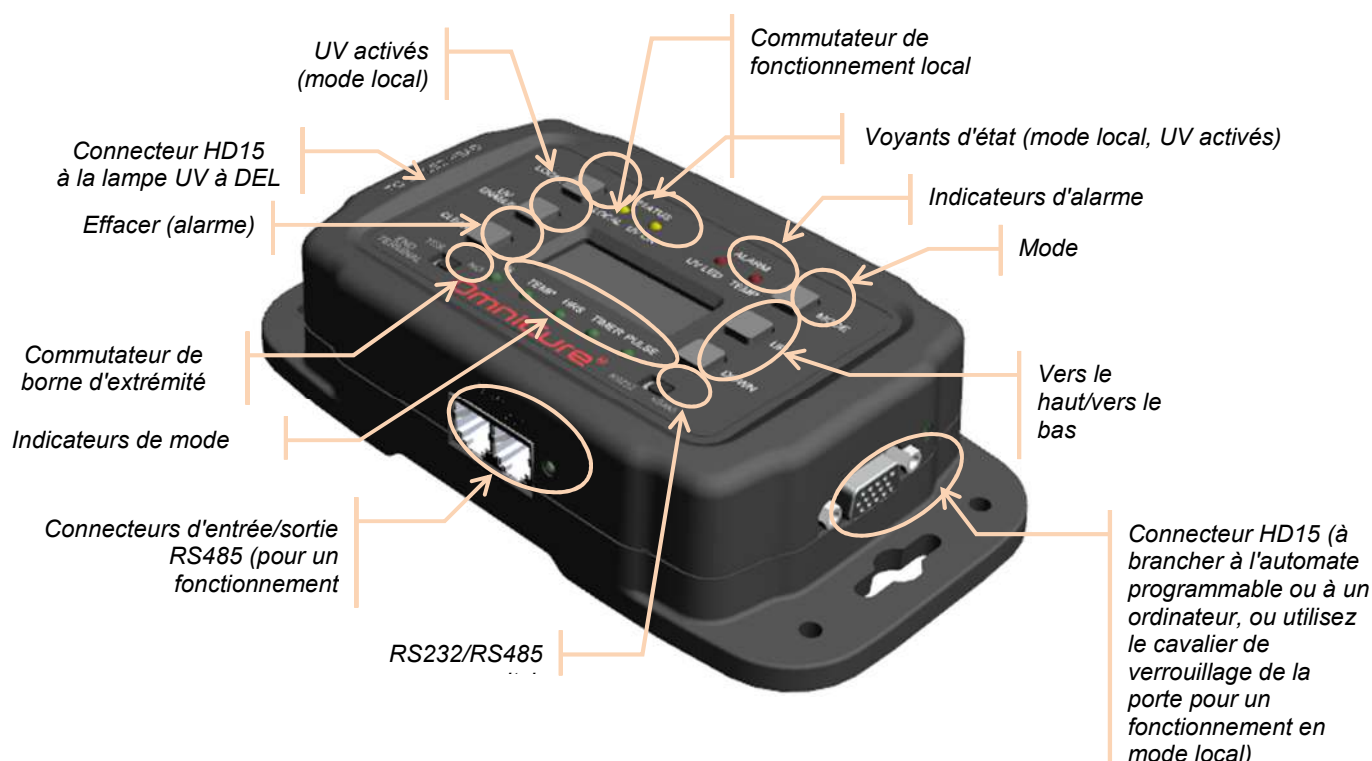

Figure 2 Console de l'automate programmable (console de télécommande PLC2000 illustrée)
4. Assurez-vous que l'interrupteur d'activation des DEL sur l'automate PLC est en position ARRÊT (voir Figure 2).
5. Branchez l'extrémité femelle du câble de l'automate PLC au connecteur d'E/S de l'automate sur la console de l'automate (voir Figure 2).
7. Branchez le connecteur de bouclage au port d'interconnexion de l'automate PLC. Reportez-vous à la Figure 2.
9. Ajustez l'intensité à l'aide des touches haut/bas situées sur le côté droit de l'écran (voir Figure 2), et tournez-les dans le sens des aiguilles d'une montre, ou dans le sens contraire, pour augmenter ou diminuer l'intensité. Reportez-vous à la section 6, « Utilisation de la lampe à DEL ».
10. Un voyant DEL s'allume sur le panneau de commande pour indiquer une température excessive ou un défaut de fonctionnement des DEL UV. Pour le faire éteindre, appuyez sur le bouton Acquitter l'anomalie (voir Figure 2).